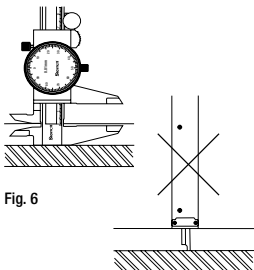

Fig. 6
- **Misurazione di ca mme:** aprire le ganasce un po' di più della ca mma, posizionare la superficie di tracciatura sulla parte inferiore della ca mma. Avvicinare la superficie di tracciatura di riferimento (11) alla superficie della parte (fig. 6).